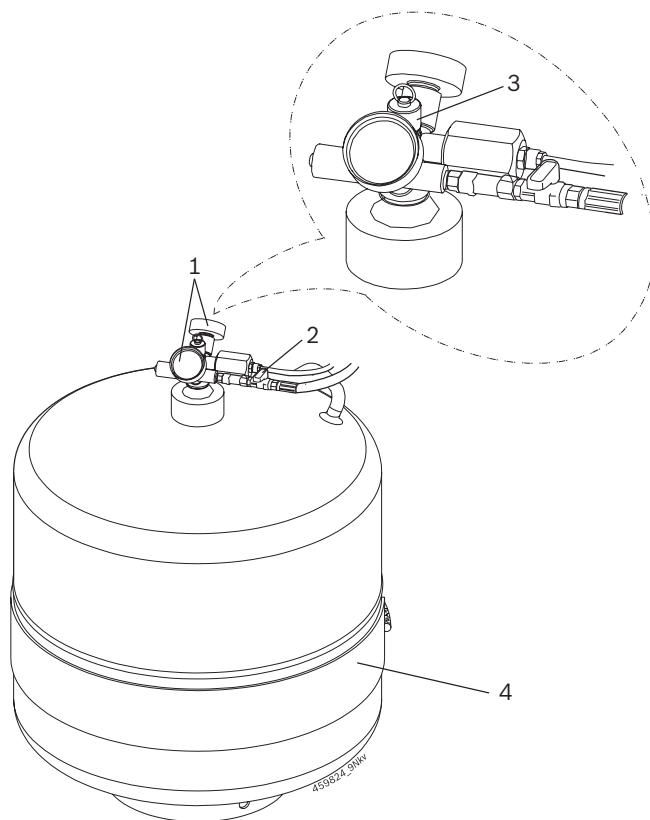

Fig. 14: Intern kylvätskebehållare
1. Granska spärrventiler (Fig. 14, Pos. 2) på den interna kylvätskebehållaren och spärruttagen (Fig. 14, Pos. 1) på flödeslinjerna för att säkra att dessa är öppna.